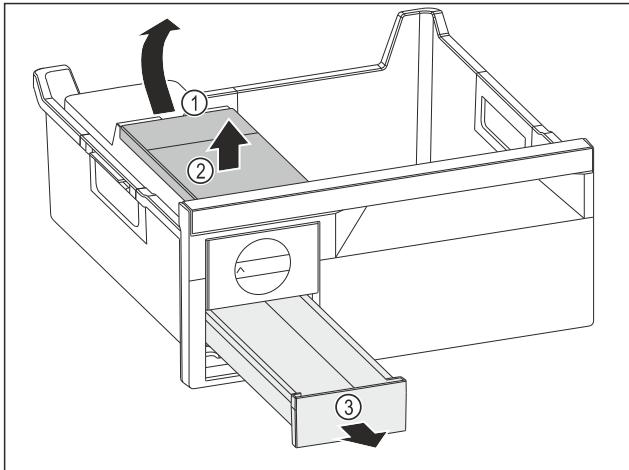

Fig. 144
- ▶ Изваждане на резервоара за вода: Повдигнете резервоара за вода при прореза Fig. 144 (1).
- ▶ Извадете резервоара за вода Fig. 144 (2) нагоре.
- ▶ Извадете чекмеджето за ледени кубчета Fig. 144 (3) напред.